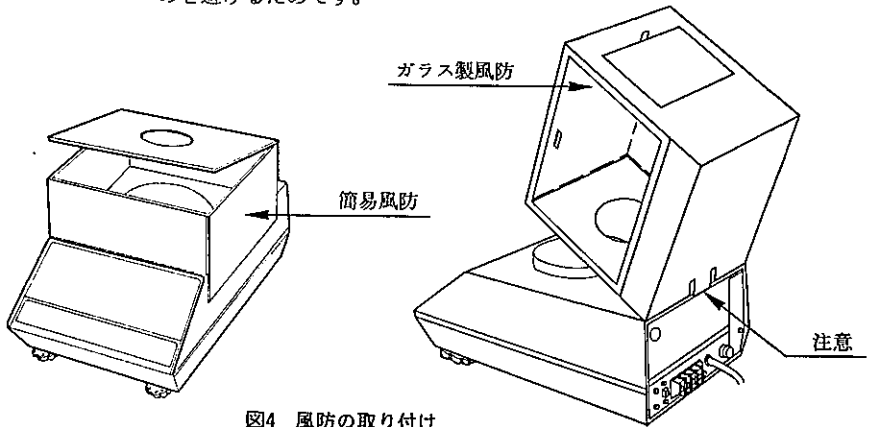

図4 風防の取り付け
ガラス風防（OP-04）を使用する場合は風防をセットしてから，皿受けおよび計量皿をのせてください。（図4参照）
5. EX-200 A, EY-220 Aの小レンジでは1mgの高感度ですから風(空気の流れ)の影響を敏感に感じとります。1mgまで安定した値を読みとる場合は、風防(簡易風防OP-02, ガラス製風防OP-04)の使用をお薦めします。(図4参照)